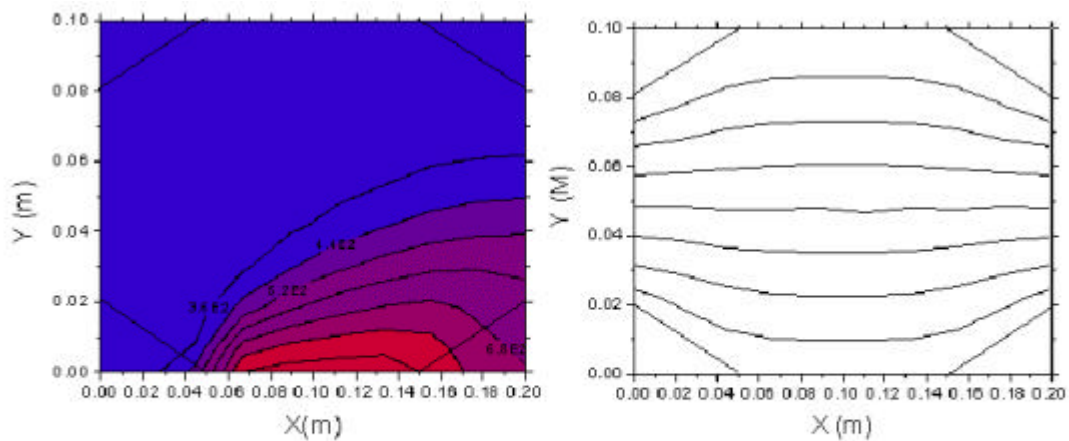

図5 解析結果 リアクター内の温度分布と流線
- (5) 図5は解析後の温度分布を等高線で表したものとリアクターの水平面内におけるガスの流れの流線です。